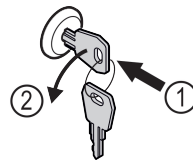

Fig. 206
- ▶ Вдавити ключ. Fig. 206 (1)
- ▶ Повернути ключ на 90° проти годинникової стрілки. Fig. 206 (2)